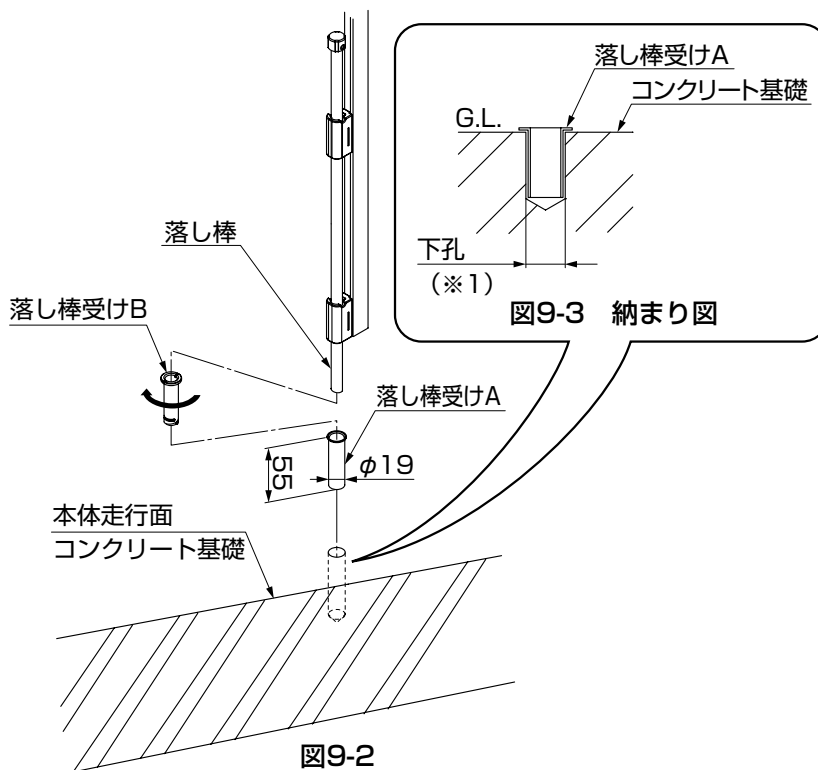

図9-2
- ①落とし棒受けAをコンクリート基礎部に確実に固定してください。（図9-2参照）
- ②落とし棒受けBを落とし棒受けBに回転しながら挿入してください。（図9-2参照）